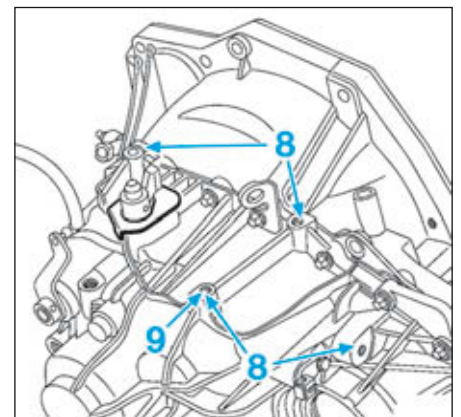

FIG.64
- Déposer les vis (8) (Fig.64) de fixation du groupe électro-hydraulique puis ce dernier.
- Déposer l'entretoise (9) du groupe électro-hydraulique.